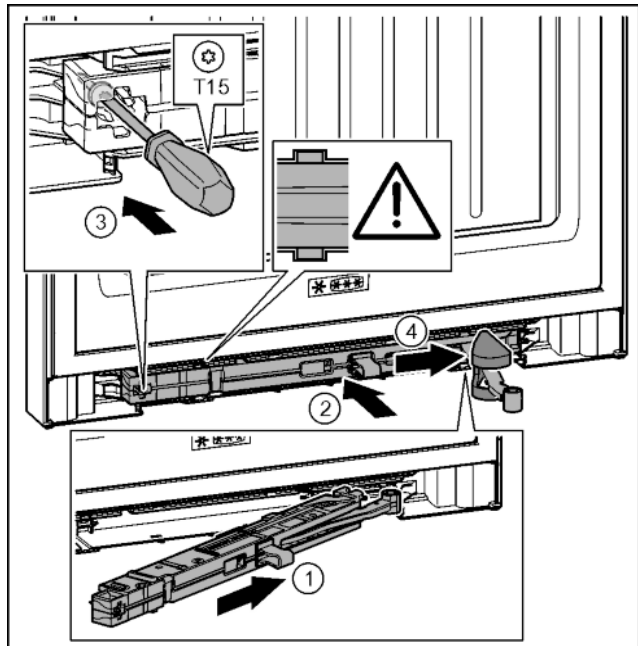

Fig. 35
- ▶ Jednotku tlumiče zavírání na straně stojanu ložiska zasuňte až na doraz šikmo do výklenku. Fig. 35 (1)
- ▶ Jednotku tlumiče zavírání zcela zasuňte do výklenku. Fig. 35 (2)
- ▶ Šroubovákem T15 pevně utáhněte šroub. Fig. 35 (3)
- ▶ Posuňte kryt přes kloub. Fig. 35 (4)